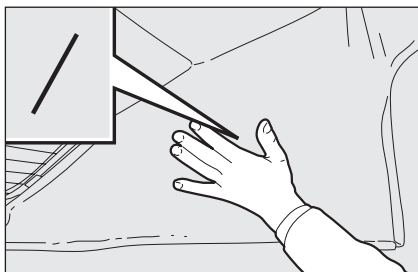

fig. 74
- ☐ chiudere l'arcone facendo pressione dall'interno dell'abitacolo sulle leve **fig. 74** (sia a destra che a sinistra) per far superare ad esse il punto morto per il bloccaggio dell'arcone stesso, assicurandosi di spingere, dal basso verso l'alto, nel punto contrassegnato dal simbolo / posto sul rivestimento interno capote.